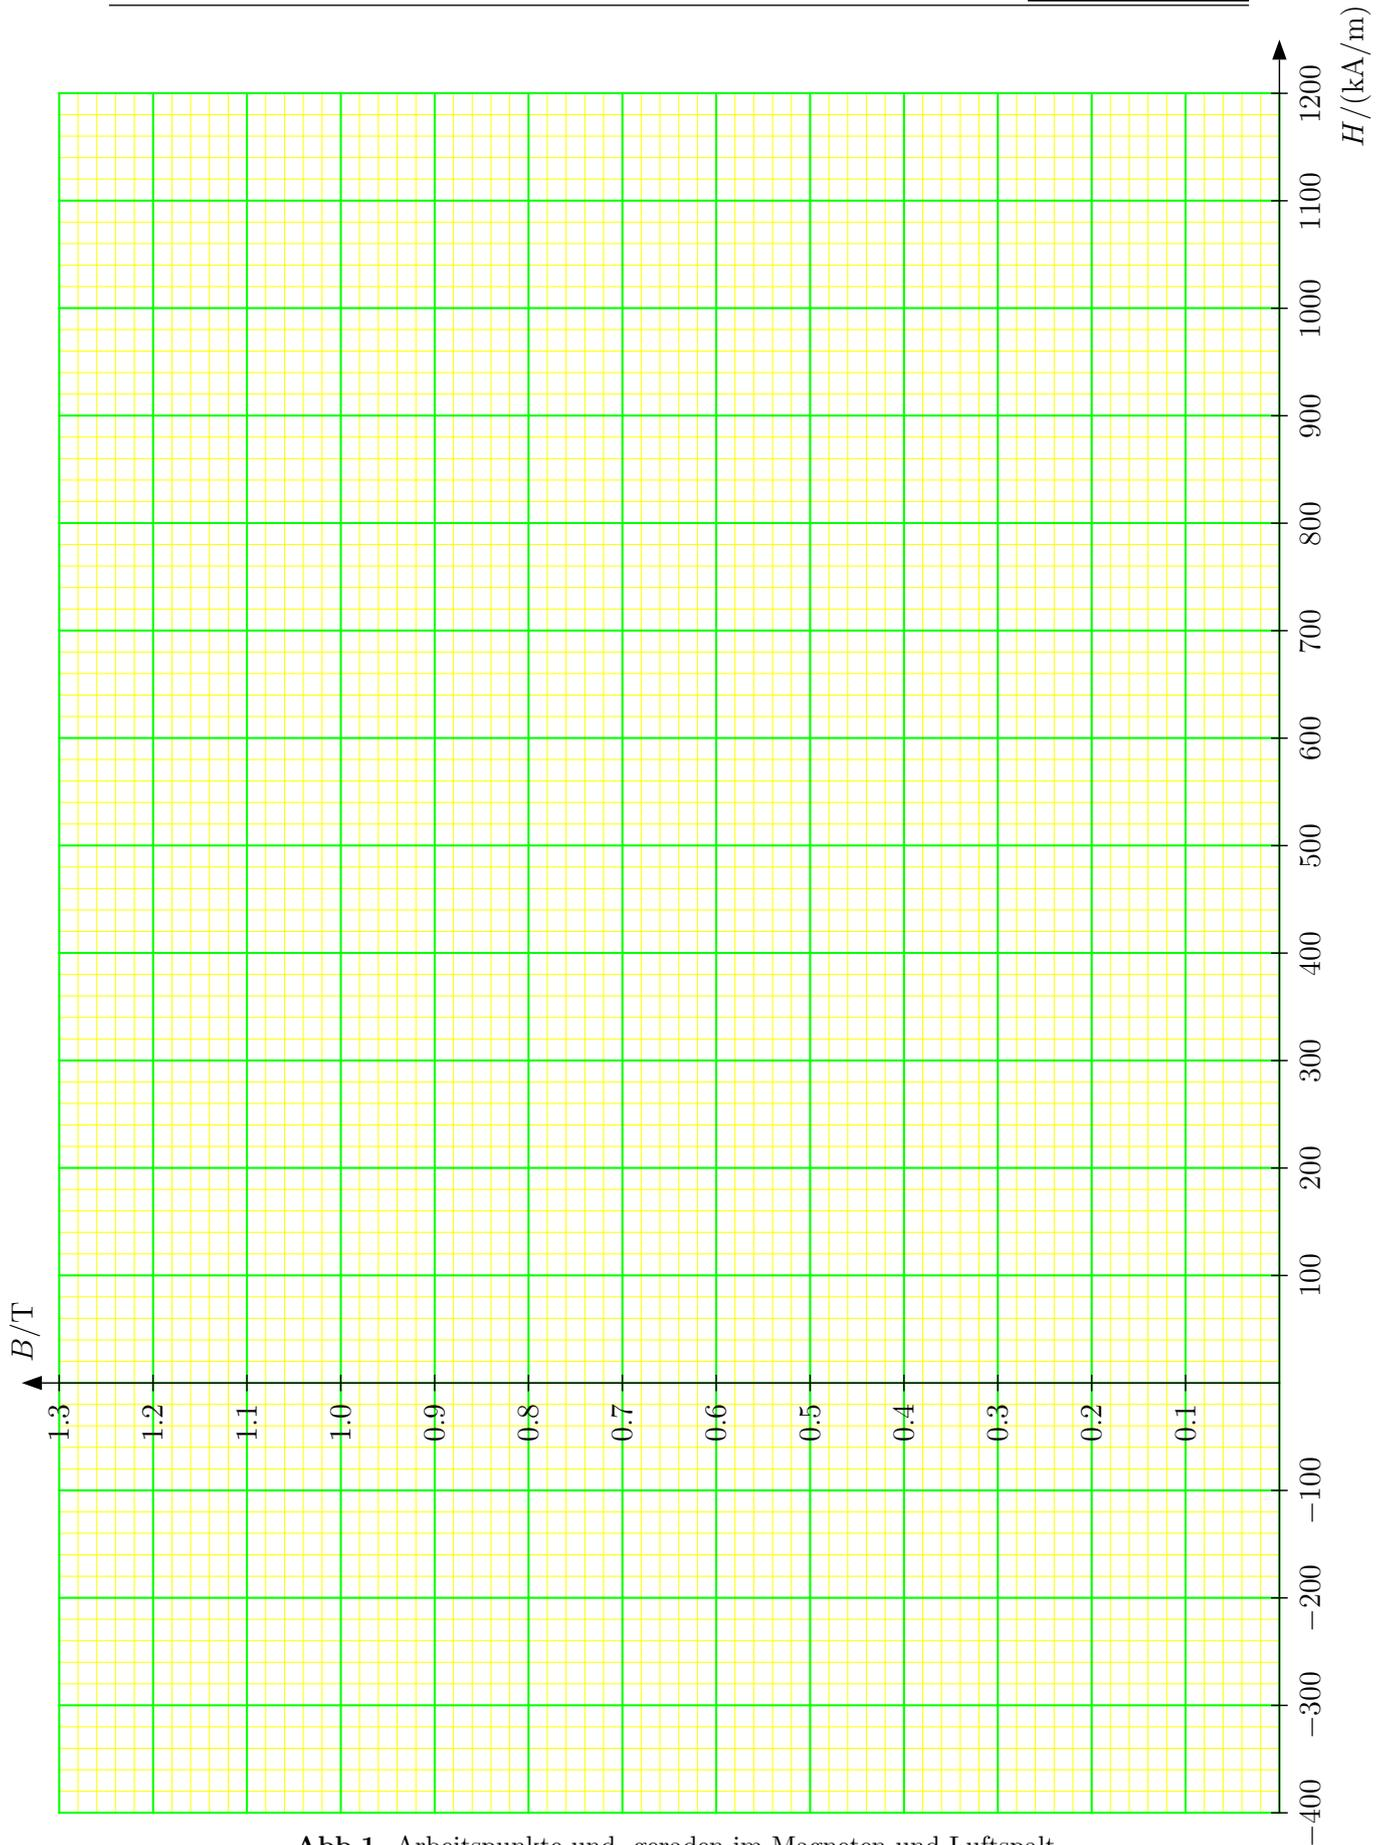

Abb.1 Arbeitspunkte und -geraden im Magneten und Luftspalt.
2. Tragen Sie die Ergebnisse in Tab. 1 und im $B(H)$ -Diagramm (Abb. 1) ein:
5. Wiederholen Sie die Überschlagsrechnung für die Arbeitspunkte der Magnete und Luftspalte für die beiden Modifizierungen und tragen Sie die Ergebnisse für B_L , H_L , B_M und H_M für beide Varianten in die Tab. 4 und ins $B(H)$ –Diagramm (Abb. 1) ein.
8. Tragen Sie die Ergebnisse der numerischen Feldberechnung für die Arbeitspunkte für Magnet und Luftspalt für alle 3 Fälle (Original und beide Reduziervarianten) in das $B(H)$ –Diagramm (Abb. 1) ein!